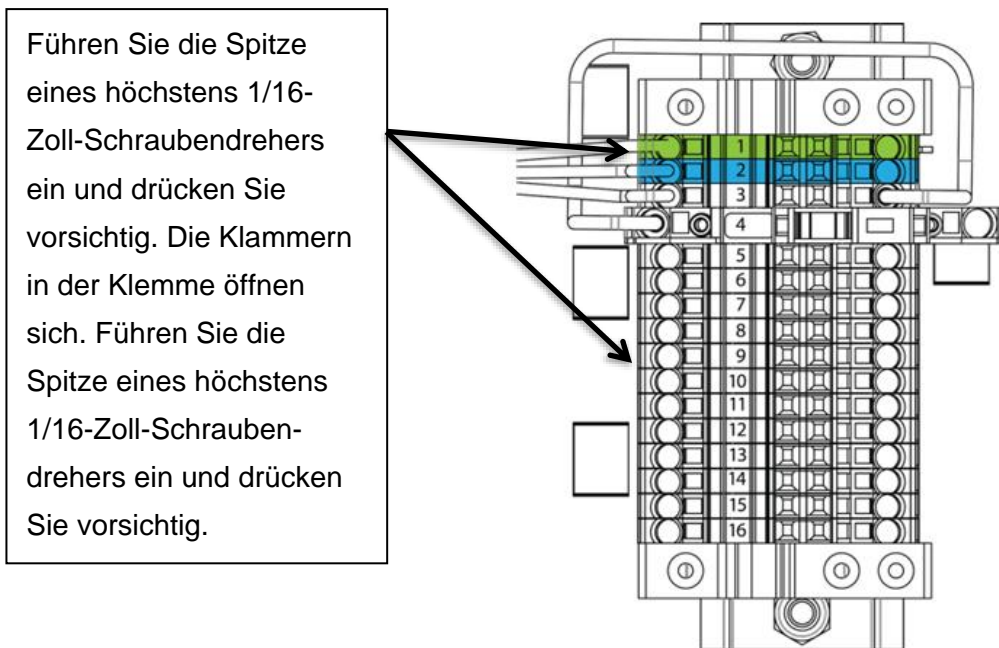

Bild 4.9 Klemmenblock
Das Modell 3017M verwendet Steckverbinder von WAGO® für Anschlüsse für Stromversorgung, Signale und Alarmer. Siehe Bild 4.9,
4. Verbinden Sie die drei Drähte mit dem jeweiligen Anschluss gemäß den Angaben in Tabelle 4.1 und Bild 4.9.